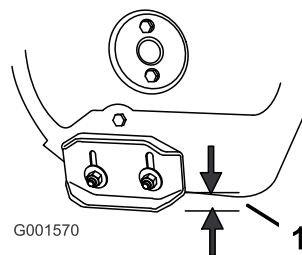

Figure 42
2. Desserrez les écrous de fixation des deux patins aux côtés de la vis sans fin jusqu'à ce que les patins puissent coulisser aisément vers le haut et vers le bas (Figure 42).